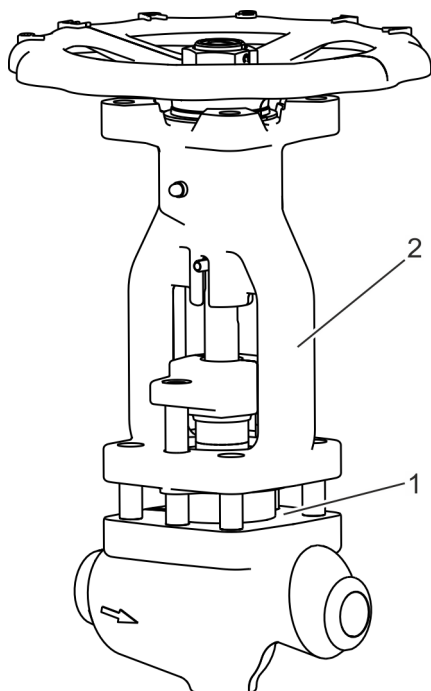

Fig. 31: Ensartar el bonete
- 40.** ▶ Ensarte el bonete (Fig. 31/2) en los espárragos roscados del cuerpo de la válvula (Fig. 31/1).